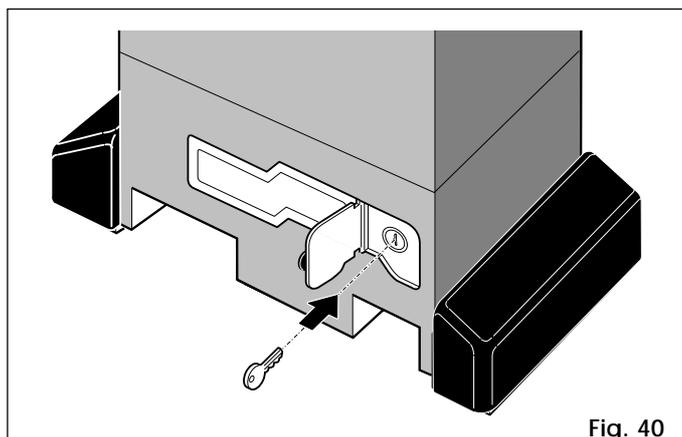

Fig. 40
- 1) Ouvrir le volet de protection et introduire la clé prévue à cet effet dans la serrure (Fig. 40).